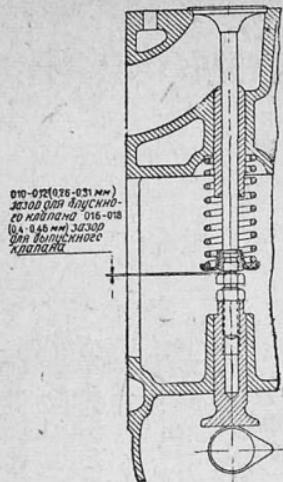

Рис. 3. Клапанный механизм с регулировкой зазора в сборе
**2. Клапаны с регулировкой зазоров** (рис. 3). Описывать преимущества этих клапанов перед клапанами с нерегулирующимися зазорами нет необходимости, так как они ясны всем автомобилистам. Эта конструкция дает возможность избавиться от половинчатой направляющей втулки, которая весьма сложна в производстве.